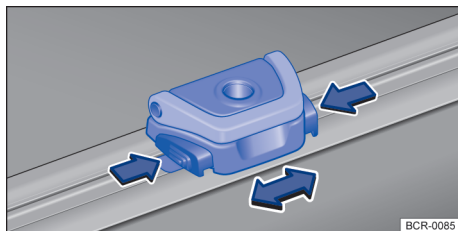

Fig. 193 No compartimento de bagagem: olhais de amarração deslizantes.
- Pressionar os botões do olhal de amarração deslizante no sentido da seta e manter pressionado → Fig. 193.
- Rebater a presilha para cima e fixar a carga → Fig. 193.